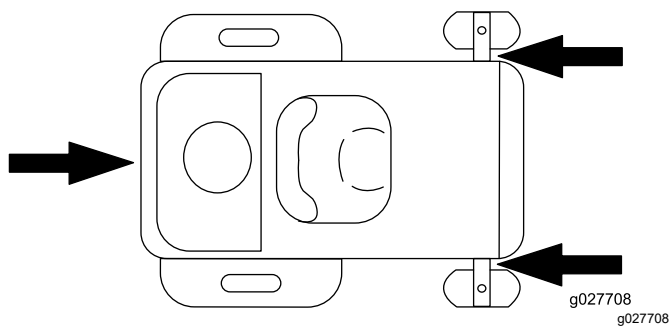

Figura 35
- Prenda a máquina perto das rodas giratórias frontais e estrutura traseira com correias, correntes, cabos ou cordas (Figura 35). Consulte as diretrizes locais relativas a requisitos de dispositivos de fixação.